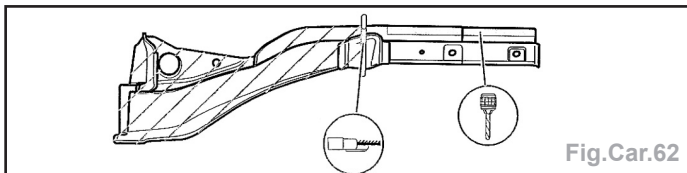

Fig.Car.62
- Préparer et découper la pièce neuve suivant les coupes sur le véhicule (Fig.Car.62).